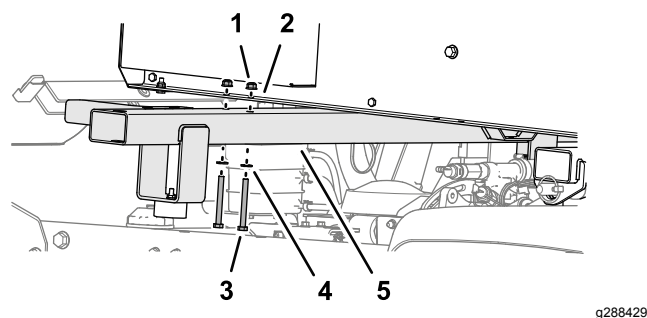

Figure 15
2. Levez la traverse avant jusqu'au longeron du topdresser et fixez-la au longeron (Figure 15) à l'aide de 2 vis (5/16" x 3"), 2 rondelles (5/16") et 2 contre-écrous à embase (5/16").